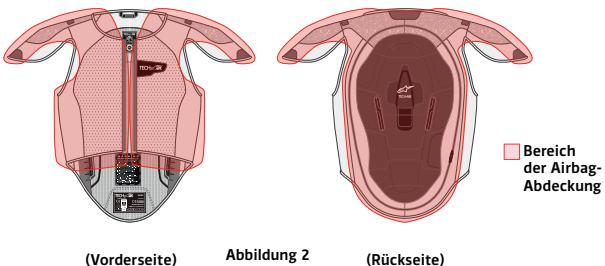

Abbildung 2
Das Tech-Air™ Airbag System bietet Aufprallschutz für die Bereiche, die der Airbag abdeckt, wie in der Abbildung 2 gezeigt.
**WARNUNG! Das Tech-Air™ Race Vest bietet nur begrenzten Aufprallschutz für die Bereiche, die der Airbag abdeckt, wie in der Abbildung 2 gezeigt. Es wird keine Garantie dafür übernommen, dass das Tech-Air™ Race Vest vor Verletzungen (einschl. schwerer oder tödlicher Verletzungen) innerhalb oder außerhalb des geschützten Bereichs schützt.**